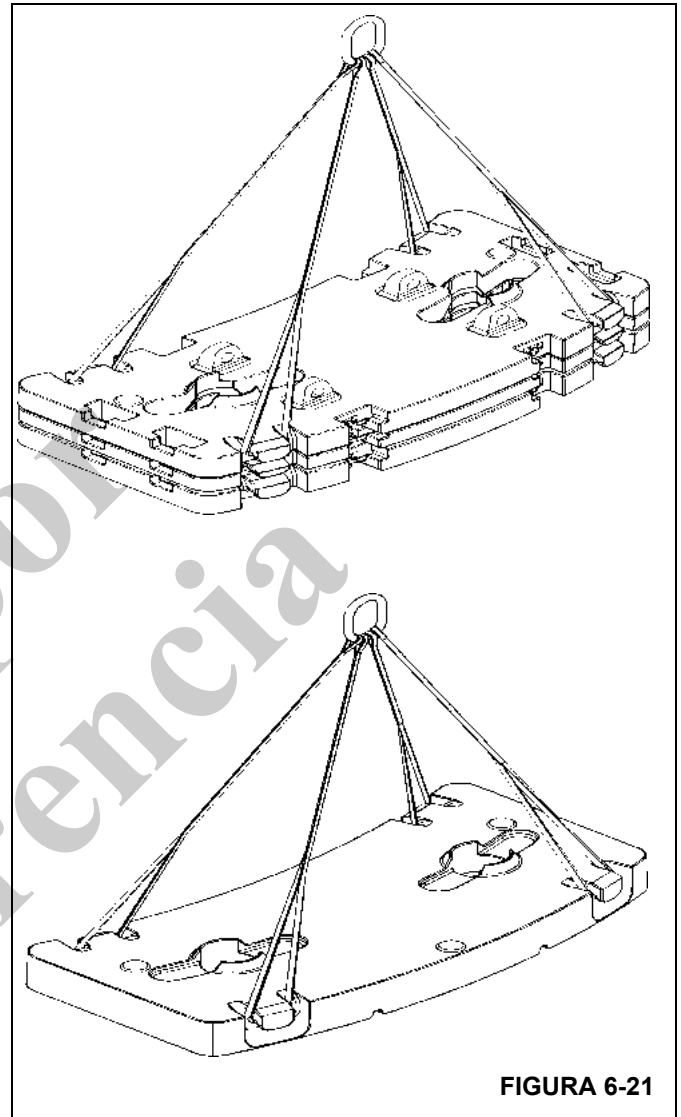
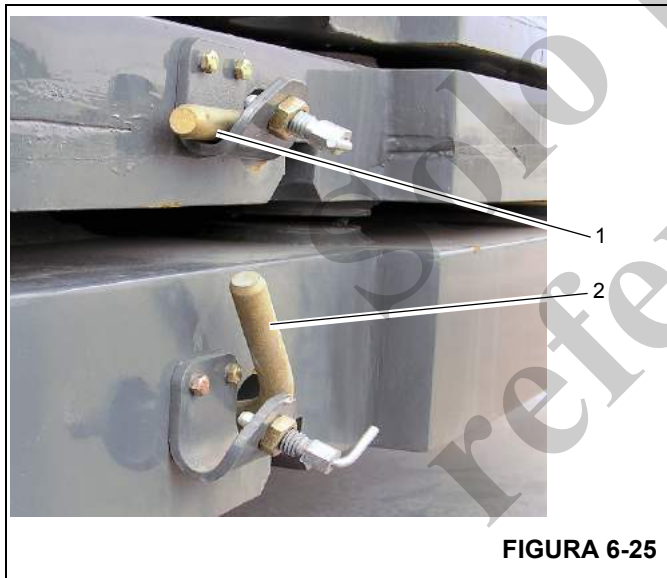

FIGURA 6-21
FIGURA 6-25
El contrapeso de 3000 lb y los dos de 5000 lb se pueden combinar y elevar como se muestra en la Figura 6-21. Asegúrese que todos los pasadores de bloqueo están en la posición de bloqueo, como se muestra en la Figura 6-25. Coloque las bandas de eslinga en el contrapeso superior.
Cuando eleva los contrapesos de 3000 lb y 5000 lb, asegúrese que **TODOS** los pasadores de bloqueo estén completamente instalados en la posición de bloqueo (Figura 6-25) antes de elevar las secciones de contrapeso para subirlas y bajarlas de la grúa. **NO** deje los pasadores de bloqueo en la posición de desbloqueo mientras eleva las secciones de contrapeso para subirlas y bajarlas de la grúa. Esto asegura que las secciones de contrapeso estén correctamente bloqueadas juntas cuando se elevan las secciones de 3000 lb y 5000 lb al mismo tiempo. También asegura que los pasadores de bloqueo no entren en contacto y se enreden con el apoyo de la pluma u otros objetos del área de trabajo.
La sección de contrapeso de 10 000 lb se puede elevar como se muestra en la Figura 6-21. No eleve esta placa con la sección de 3000 lb, con las dos secciones de 5000 lb ni con la bandeja de 3000 lb. Eleve cada placa de 10 000 lb por separado.
Cuando eleva los contrapesos de 3000 lb y 5000 lb, asegúrese que TODOS los pasadores de bloqueo estén completamente instalados en la posición de bloqueo (Figura 6-25) antes de elevar las secciones de contrapeso para subirlas y bajarlas de la grúa. NO deje los pasadores de bloqueo en la posición de desbloqueo mientras eleva las secciones de contrapeso para subirlas y bajarlas de la grúa. Esto asegura que las secciones de contrapeso estén correctamente bloqueadas juntas cuando se elevan las secciones de 3000 lb y 5000 lb al mismo tiempo. También asegura que los pasadores de bloqueo no entren en contacto y se enreden con el apoyo de la pluma u otros objetos del área de trabajo.
Los pasadores de bloqueo (Figura 6-25) se muestran tanto en la posición bloqueada (1) y en la posición desbloqueada (2). Para poner el pasador en la posición desbloqueada, desenganche el pasador retenedor accionado por resorte. Gire y quite el pasador de bloqueo del sujetador.
5. Las placas de contrapeso de 3000 lb y las dos de 5000 lb se pueden fijar a la plataforma de giro. Para hacer esto, arme la placa de contrapeso de 3000 lb, las dos placas de contrapeso de 5000 lb, las dos placas de contrapeso de 10 000 lb y la bandeja de contrapeso de 3000 lb sobre la plataforma de contrapeso de acuerdo con la Figura 6-19. Mueva la plataforma de giro a su posición y eleve el conjunto de contrapeso con la unidad elevadora de contrapeso. Asegure la placa de contrapeso superior (3000 lb ó 5000 lb) a la plataforma de giro con los dos pasadores de perno (1, Figura 6-26). Coloque los pasadores de perno a través de las dos escuadras de montaje (2, Figura 6-26) y gire los pasadores huecos (3, Figura 6-26) dentro de la ranura de la escuadra de montaje. Asegúrese que todos los pasadores de bloqueo (4) están en la posición bloqueada, como se muestra en la Figura 6-25.